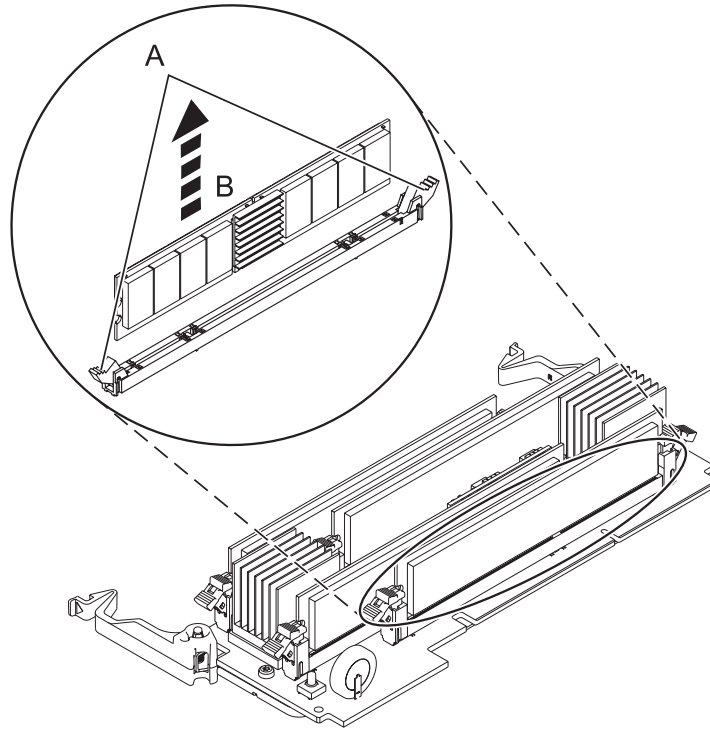

Figura 10. Extracció d'un mòdul de memòria
11. Traieu el mòdul de memòria del mode següent. Desbloqueu el mòdul de memòria empenyent les pestanyes de bloqueig (**A**) per tal que es quedin obertes, tal com es mostra a Figura 10 a la pàgina 22. Aixequeu el mòdul de memòria (**B**) i traieu-lo del connector. L'acció de palanca de les pestanyes fa que el mòdul de memòria surti del connector.